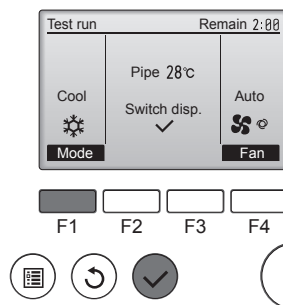

Fig. 7-3
- 1 Trykk på [F1] for å endre driftsmodus. (Fig. 7-3)